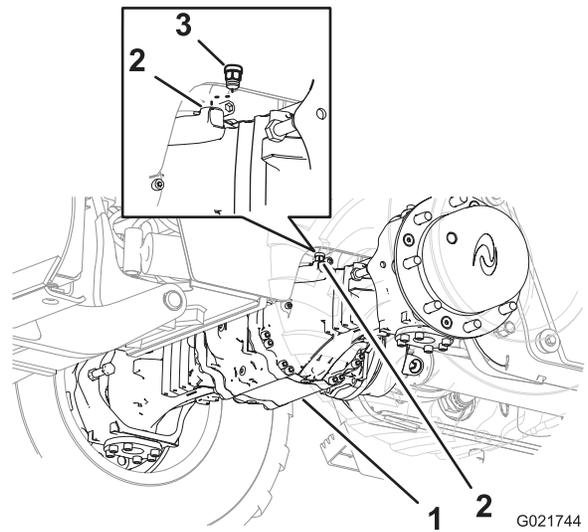
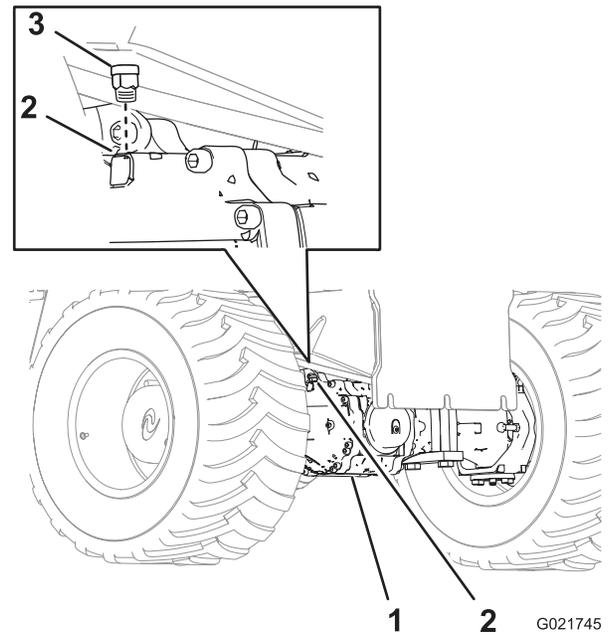

Figura 75
Figura 76
1. Limpie la zona alrededor de los respiraderos con un disolvente de limpieza (Figura 75 y Figura 76).
2. Retire el respiradero del eje delantero (Figura 75).
3. Retire el respiradero del eje trasero (Figura 76).
6. Instale el respiradero del eje delantero (Figura 75).
7. Instale el respiradero del eje trasero (Figura 76).